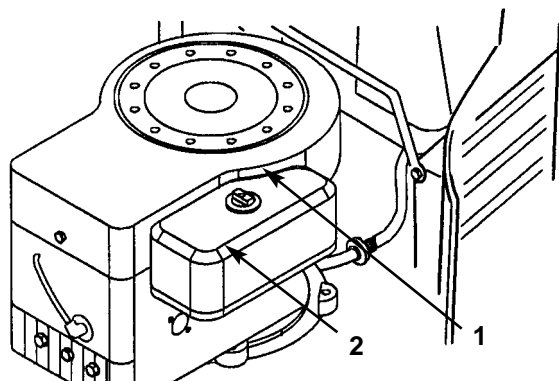

Fig. 27
3. Pulite attorno al filtro dell'aria per impedire che lo sporco entri nel motore, danneggiandolo. Svitare la manopola e togliete il coperchio del filtro dell'aria (Fig. 27).
3. Montate il coperchio del filtro dell'aria e la manopola (Fig. 27). Stringete la manopola con precisione.